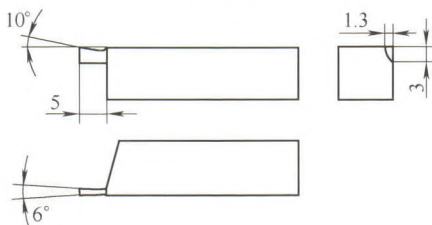

图 3
(2) 端面槽刀选择 磨制端面槽刀时, 选择高速钢来磨制, 磨制时, 一定要使刀具的切削刃和零件加工面垂直, 不然, 加工出来的零件槽底面不平行。槽宽选择必须小于 1.4 mm, 因为零件端面直线部分只有 1.42 mm。如图 3 所示。